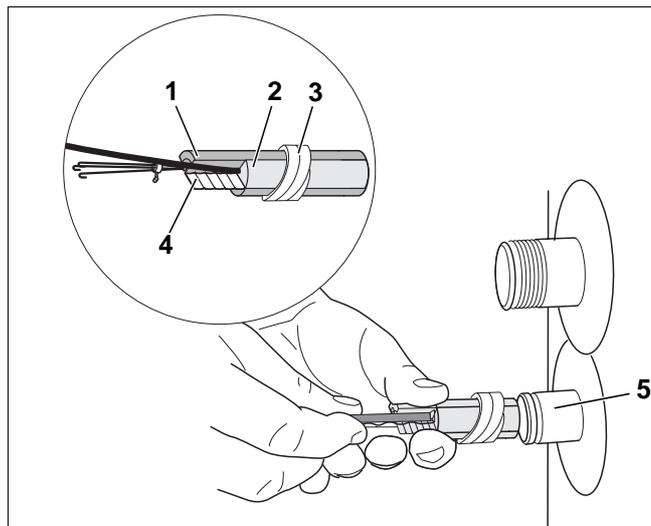

fig. 7 Montar a sonda da temperatura da água quente sanitária
- Inserir o conjunto da sonda (fig. 7, **pos. 1** até **4**) até ao encosto na manga de imersão (fig. 7, **pos. 5**). Nesta operação, a espiral em plástico (fig. 7, **pos. 3**), que mantém o conjunto da sonda unido, recua automaticamente.
O contacto entre a manga de imersão e as superfícies da sonda é assegurado pela mola compensadora (fig. 7, **pos. 4**) e, assim, é estabelecida uma transmissão segura da temperatura.